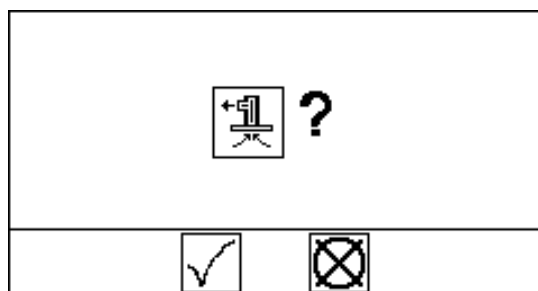

FIG. 21 : Confirmation de l'amorçage
5. Appuyez sur la touche Amorçage de la pompe . L'affichage invite l'opérateur à confirmer. Consultez la FIG. 21. Sélectionnez pour lancer l'amorçage.